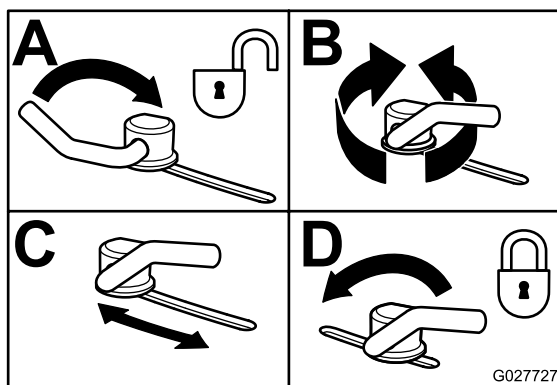

Figure 31
- Pour régler les verrous à came, soulevez le levier pour desserrer le verrou (Figure 31).
- Repoussez le levier à sa position d'origine pour serrer le déflecteur et les verrous (Figure 31).